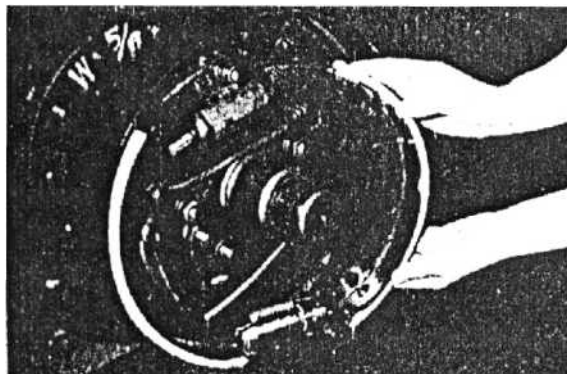

Рис. 8-12
(4) Снимите основную тормозную колодку, вспомогательную тормозную колодку, а также пружину регулятора (рис. 8-12).